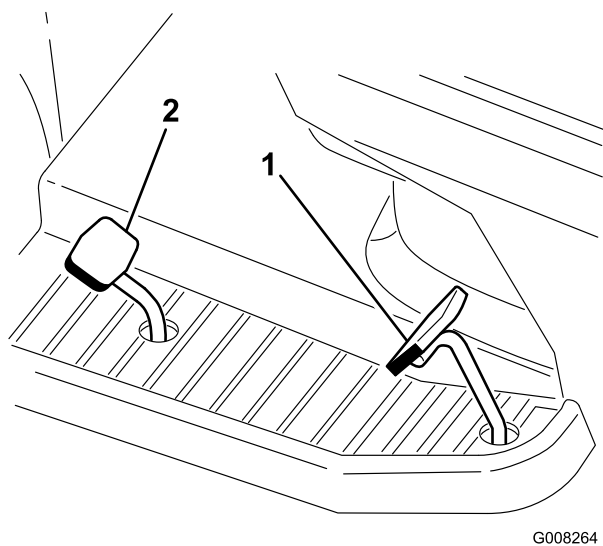

Figura 17
2. Coloque el pie en el pedal de control de tracción y pise lentamente el pedal para avanzar (Figura 17).
2. Coloque el pie en el pedal de marcha atrás y pise lentamente el pedal para desplazarse hacia atrás (Figura 17).